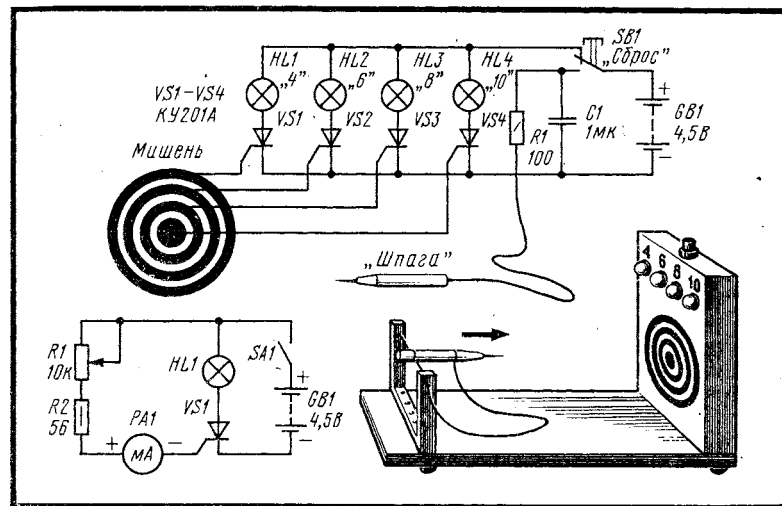

Рис. 12
**«Тир для мушкетеров».** Помните, как лихо сражались известные друзья-мушкетеры, точными уколами шпаги поражая своих противников? Вы тоже можете познакомиться с искусством владения шпагой, если соберете эту игру (рис. 12). Правда, настоящей шпаги в ней нет, она заменена металлическим стержнем. Держать же «шпагу» придется рукой, как настоящие мушкетеры держали настоящую шпагу. В качестве «противника» используется мишень, в «яблочко» которой нужно попасть «шпагой». Но сделать это не так просто — «шпага» норовит отклониться от центра и попасть в одно из крайних колец мишени.